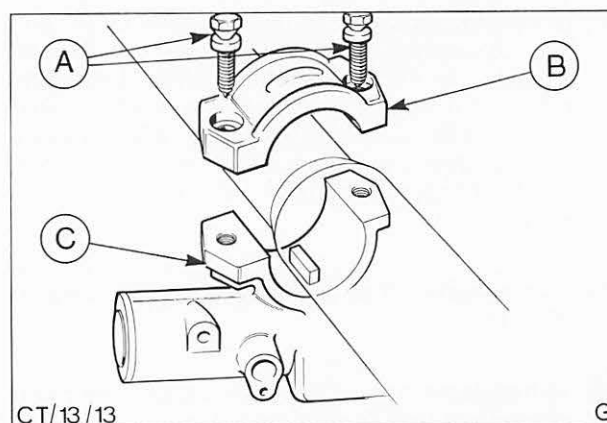

Abb. 8 A = Abreißschrauben - Lenkschloß
21. Klemmschelle des Lenk-Zünd-Startschlosses aufsetzen und mit zwei neuen Abreißschrauben befestigen. Abb. 8.